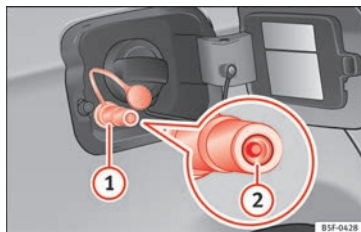

Fig. 239 Tapa del depósito abierta: boca de carga de gas ①, retén de la boca de carga ②.
- Destape la boca de carga de gas » **fig. 239 ①.**